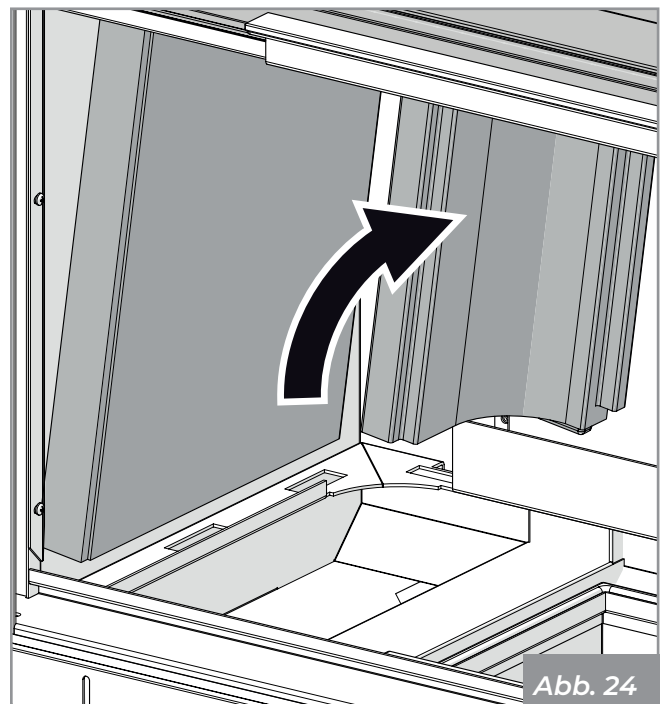

Abb. 24
- 4) Entfernen Sie die Kurve und das seitliche feuerfeste Material (Abb. 24).